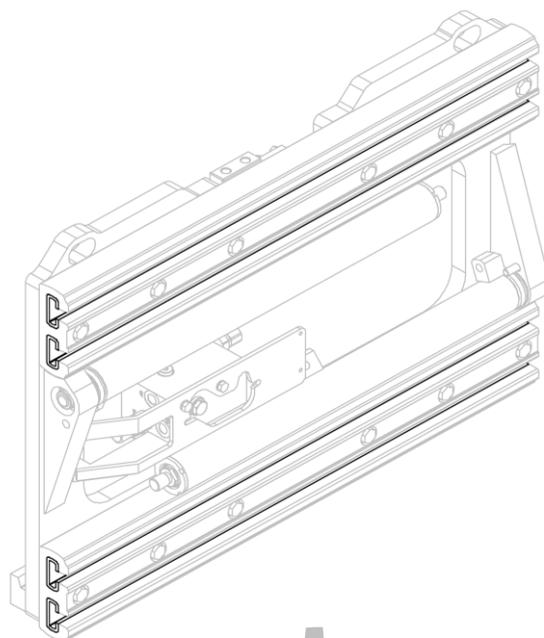
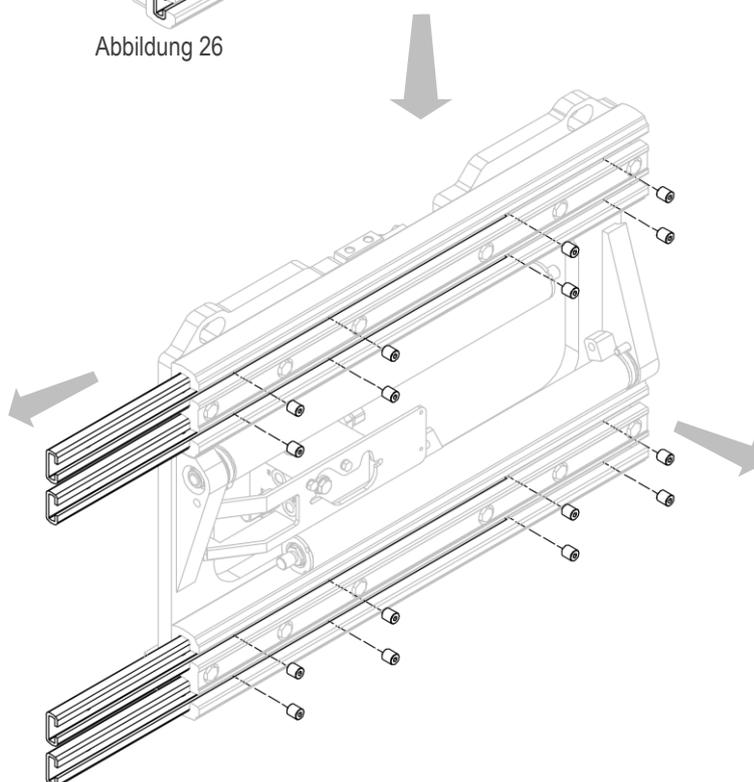

Abbildung 26
Abbildung 27
3. Nehmen Sie die Nylon-Gleitführungen weg, nachdem Sie die entsprechenden Madenschrauben gelöst haben (siehe *Abbildung 26* und *Abbildung 27*).